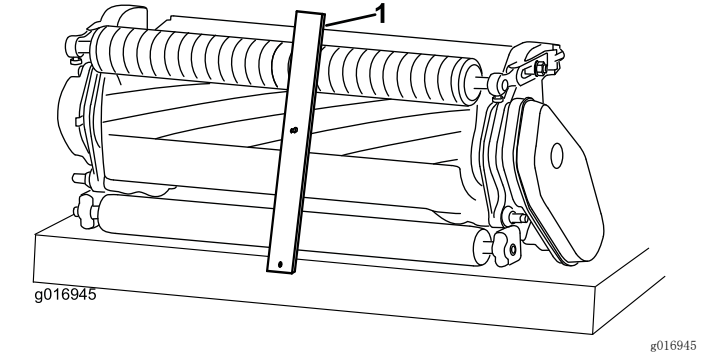

图15
2. 将剪草高度调刀尺的螺丝头钩在底刀刀刃的右侧，并将调刀尺的后端放到滚筒后部上（图15）。